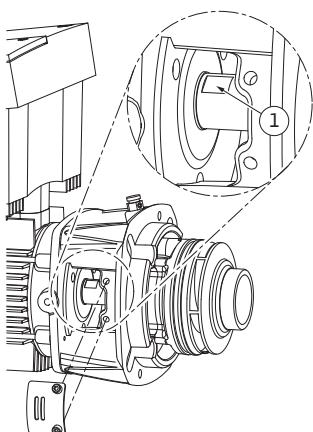

Fig. 54: Planos de llave en el eje
15. Introduzca una llave de boca fija (ancho de boca óptimo de 22 mm) en la ventanilla de la linterna y sujeté el eje por los planos de llave (Fig. 54, pos. 1). Desatornille la tuerca del rodeté (Fig. 7, pos. 15). El rodeté (Fig. 7, pos. 16) se retira automáticamente del eje.
24. Para el montaje del rodete introduzca una llave de boca fija (ancho de boca óptimo de 22 mm) en la ventanilla de la linterna y sujeté el eje por los planos de llave (Fig. 54, pos. 1).